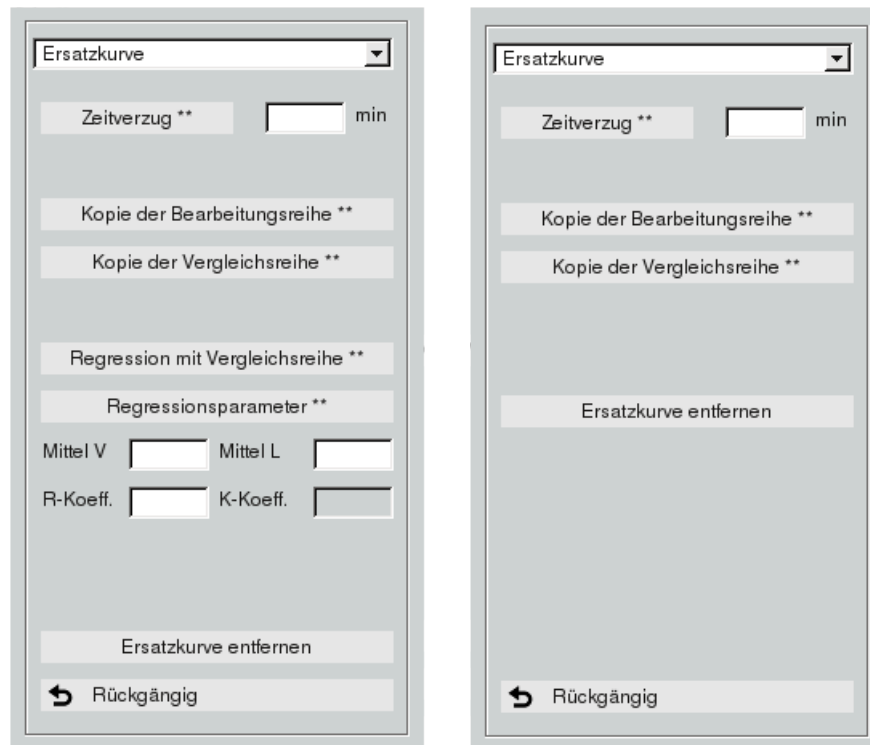

Abbildung 13.29: Werkzeugsatz Ersatzkurve, rechts für Niederschlag
Die Werkzeuge zum Werkzeugsatz „Ersatzkurve“ sehen Sie in Abbildung 13.29.
**Regression mit Vergleichsreihe \*\*** erzeugt eine Ersatzkurve aus einer Regression mit der Vergleichsreihe. Die Parameter für die Regressionsfunktion können optional vorab mit dem Knopf **Regressionsparameter \*\*** auf dem Bearbeitungsbereich, der sich auch von dem späteren Bereich der Ersatzkurve unterscheiden kann, bestimmt und auch modifiziert werden ( $\leftrightarrow$  Abb. 13.29). Hier empfiehlt es sich, einen geeignet großen Bearbeitungsbereich zu wählen.